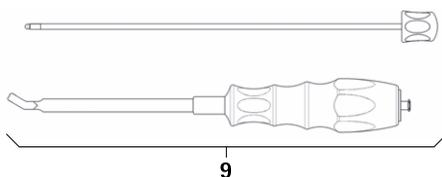

Fig. 5
- ▶ Desmontar o instrumento introdutor de barras 9, ver Fig. 5: Desaparafusar a parte interior.